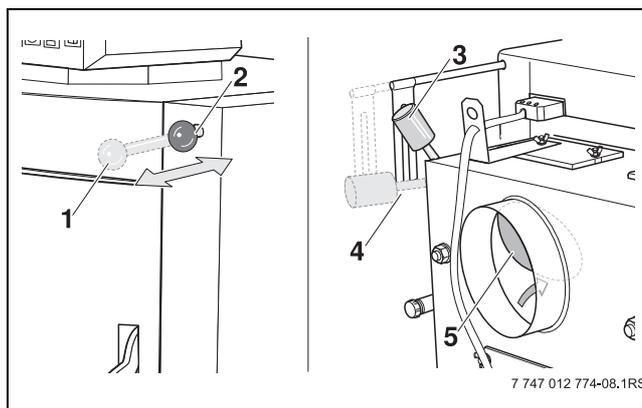

Fig. 26 Serranda di aiuto accensione aperta e chiusa
- Aprire la serranda di aiuto accensione, tirando la leva della serranda verso di sé (→ fig. 26).
- Chiudere la serranda di aiuto accensione (→ fig. 26).
- Aprire la serranda di aiuto accensione (→ fig. 26, pag. 28).